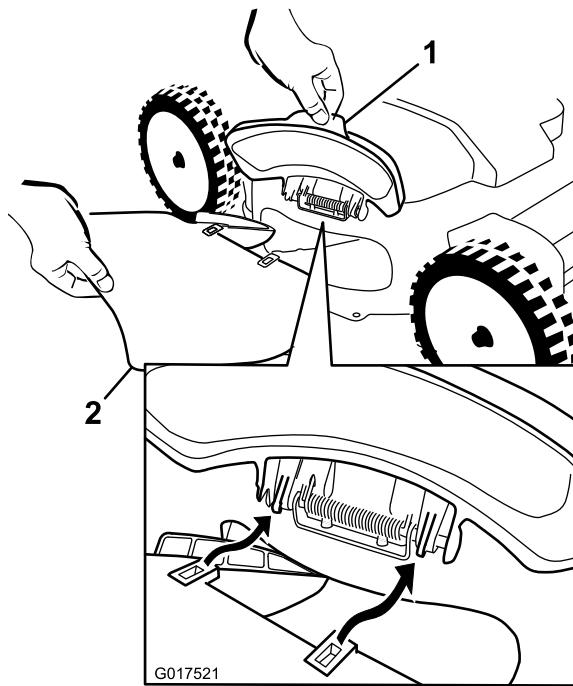
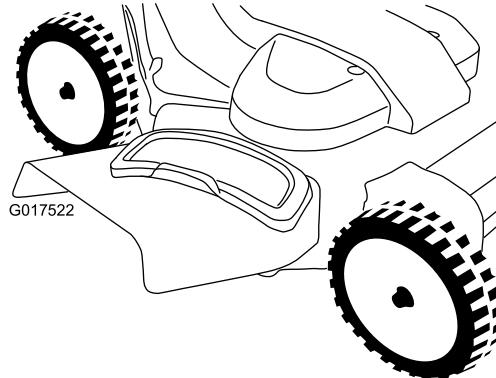

Figure 27
Figure 28
- Soulevez et ouvrez le déflecteur d'éjection latérale (Figure 27).
2. Installez l'éjecteur latéral comme illustré (Figure 27 et Figure 28), puis refermez le déflecteur sur l'éjecteur.